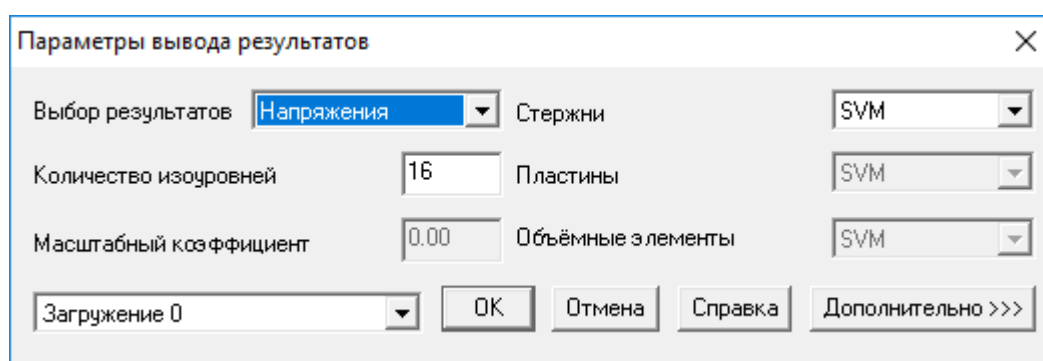
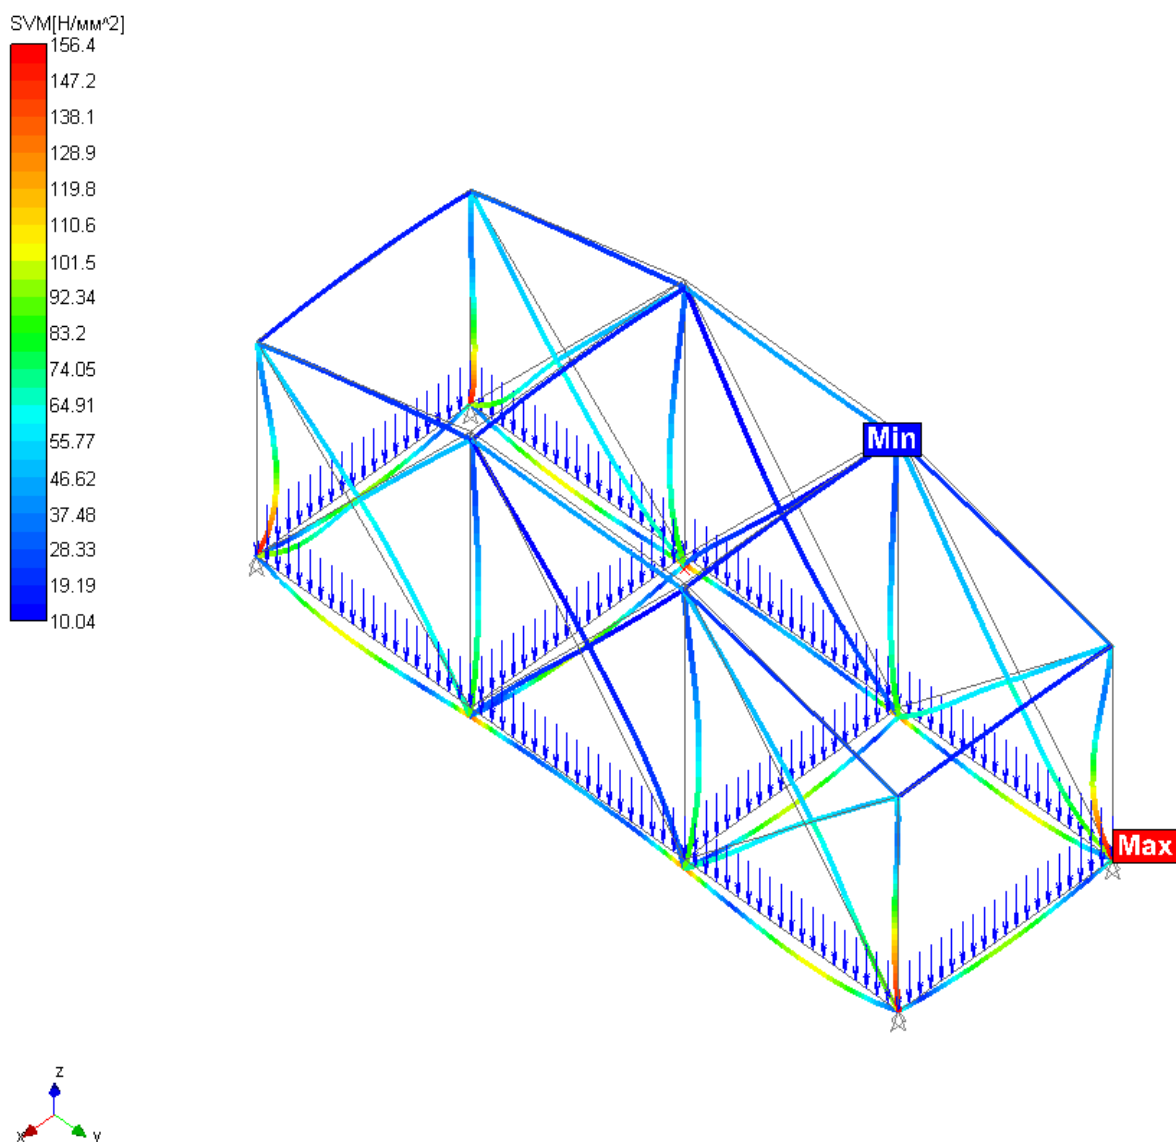

Рис. 2.12
Рис. 2.13
7.1. Просмотр карты результатов. Выбираем в меню **Результаты** пункт **Карта результатов...**, что приводит к появлению диалогового окна «**Параметры вывода результатов**» (рис. 2.12).
ний и т. д.). Если поля окна «**Параметры вывода результатов**» заполнены так, как показано на рис. 2.12, то на экране монитора появится карта напряжений (рис. 2.13), на которой с помощью различных цветов показываются максимальные величины эквивалентных напряжений в стержневых элементах модели конструкции.